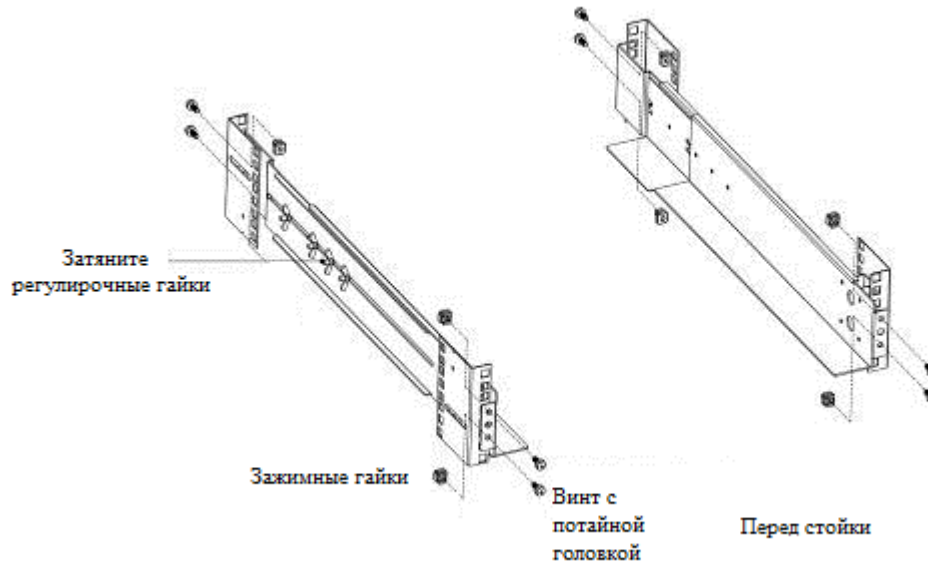

Рисунок 4 – Фиксация направляющих
1. Установите левый и правый рельсы на задний элемент держателя как показано на рисунке 3. Не затягивая винты, отрегулируйте направляющие в соответствии с глубиной стойки. (см. рисунок 4).
2. Затяните гайки скрепляющие передние и задние части направляющих (рисунок 4).